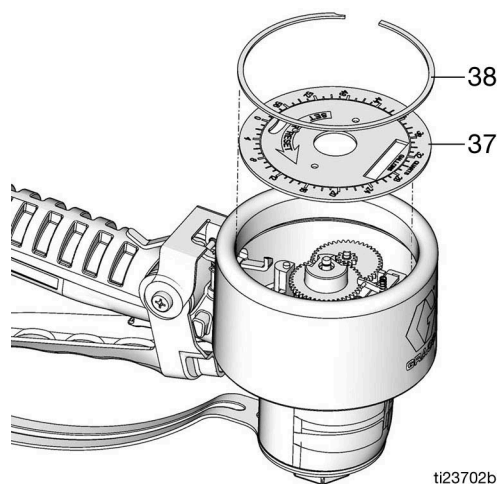

FIG. 33
3. Installer le cadran (37) et le grand anneau de retenue (38) (FIG. 33).